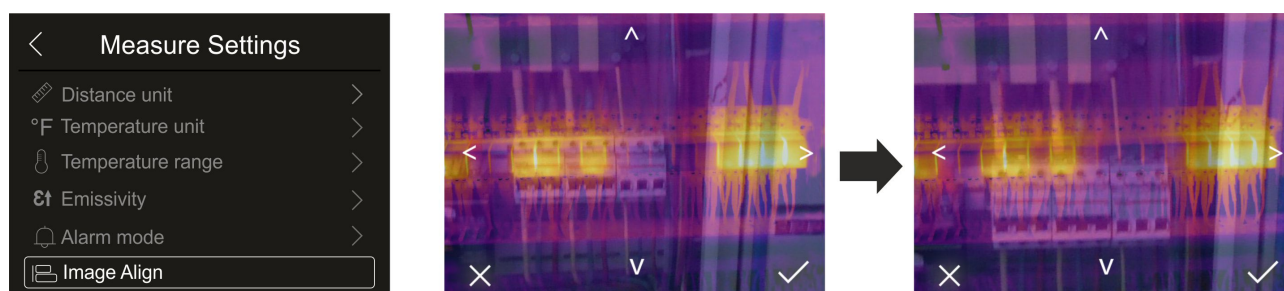

Fig. 29: Alineación de la imagen en el visualizador
1. Toque el texto "Image Align". La Fig. 29 – parte central se muestra en el visualizador en el que aparece una superposición de las dos imágenes con un nivel bajo de infrarrojos.
2. Toque las 4 flechas presentes en el visualizador para desplazar la imagen IR superponiéndola a la visible (ver la Fig. 29 – parte derecha)